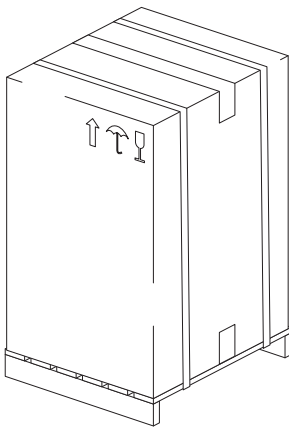

рис. 4
- Торговый автомат упакован в картонную коробку с усиленным основанием (рис. 4).